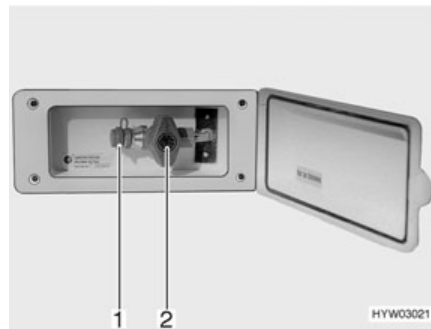

Fig. 96 Toma exterior de gas, válvula de paso de gas cerrada
La toma externa de gas (Fig. 96) está, en función del modelo, en la parte trasera o en el lado izquierdo o derecho del vehículo.
- Conectar el aparato de gas externo en el punto de conexión (Fig. 96,1).
- Abrir la válvula de paso de gas (Fig. 96,2).